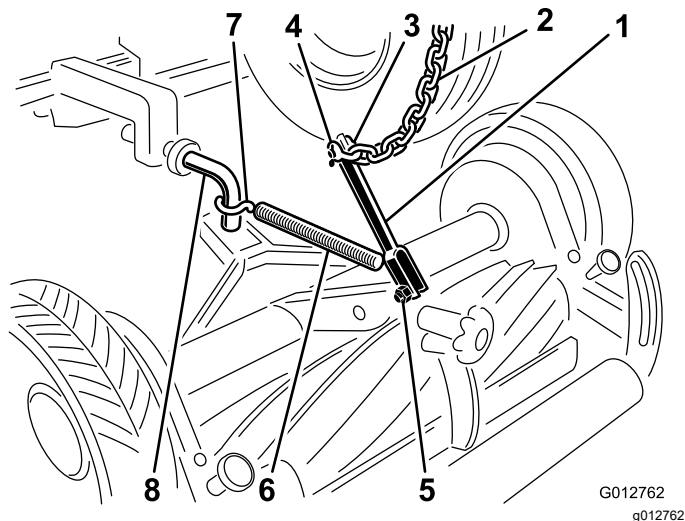

图 13
- 用长挂钩、柱销与开口销将升降支架固定到 1 号升降链上后部中心图 13。
- 如图 13 所示使用升降支架上的底部安装孔用平头螺丝  $\frac{3}{8} \times 1\frac{1}{2}$  英寸和锁紧螺母  $\frac{3}{8}$  英寸将升降支架固定到剪草机安装支架上。
- 用 S 形钩将弹簧钩在升降支架的上安装孔中并将弹簧的另一端钩在升降保护环上图 13。